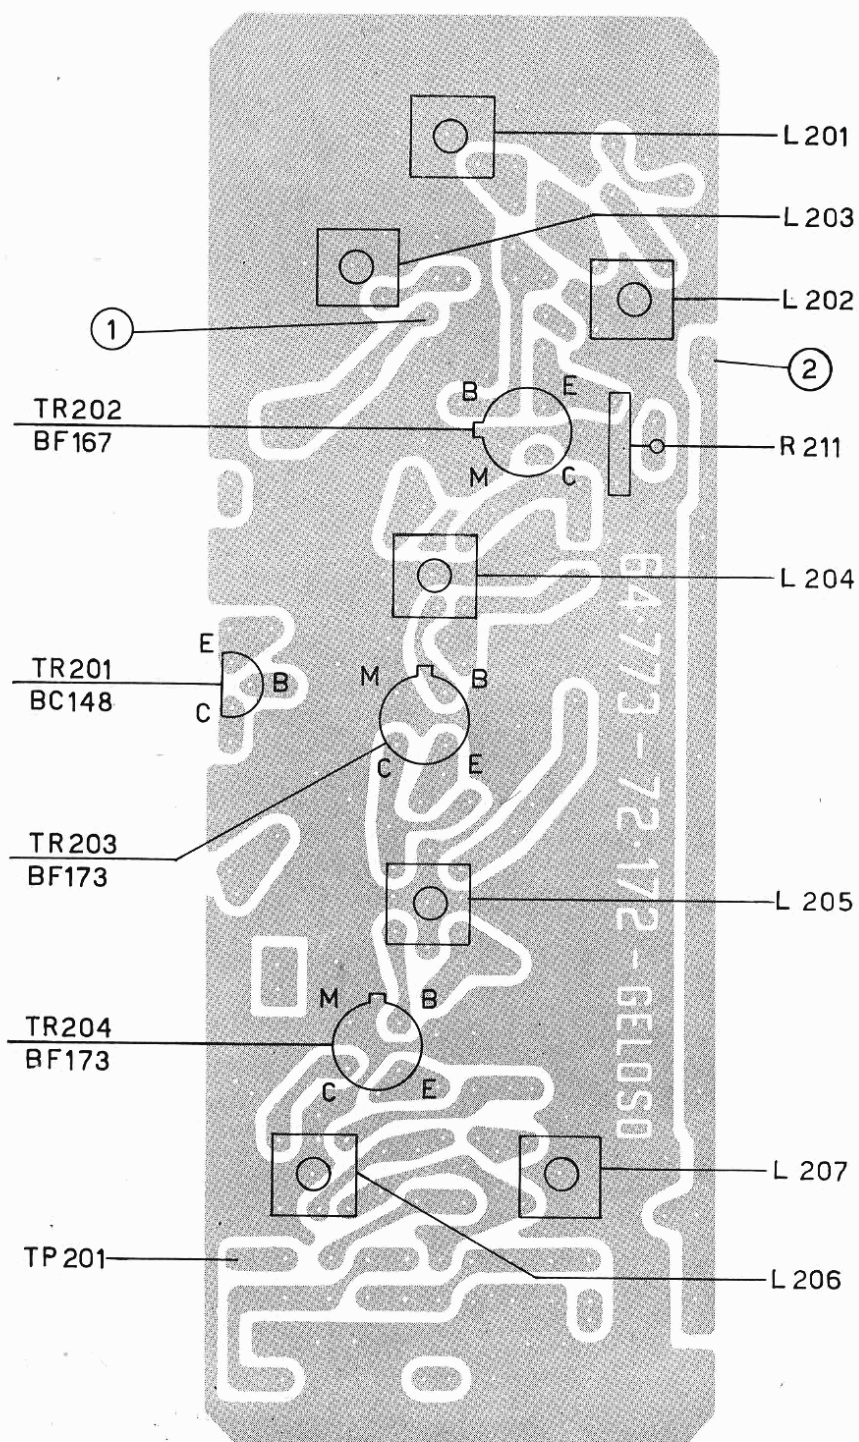

Fig. 2 - Piastra F.I. vista lato rame.
- d) Applicare una tensione positiva di 4 Vdc al punto 1 (fig. 2). Questa tensione si può applicare con un alimentatore esterno o, più semplicemente, collegando il punto 1 alla tensione di alimentazione di F.I. con una R = 10 KΩ (punto 2, fig. 2).
Il circuito di media frequenza (fig. 2) è del tipo a circuiti sfalsati, si inizia con la taratura del rivelatore (bobina L206) che deve essere accordata intorno ai 36 MHz. Con la regolazione succes-
La curva di F.I. deve essere del tipo di fig. 2-A; a questo scopo è di determinante importanza che le trappole siano accordate alle rispettive frequenze: L 203 a $f = 40,4$ MHz., la L 207 a $f = 33,4$ Mc. e la L 201 a $f = 31,9$. Terminata la taratura ricollegare l'alimentazione dell'UHF e staccare la $R = 10 K\Omega$ dove passa la tensione di controllo.
Anche questo caso si deve effettuare l'operazione in assenza di segnale, regolando il potenziometro R 211 (fig. 2 e 8) in modo che la tensione fra il centro del potenziometro stesso e massa sia di 0,5 Volt.